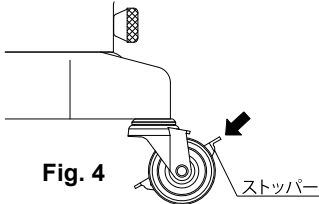

Fig. 4 ストップバー
- 作業中及び移動を完了した機器は、必ずキャスターブレーキをロックさせて動かないようにしてください。(Fig. 4)